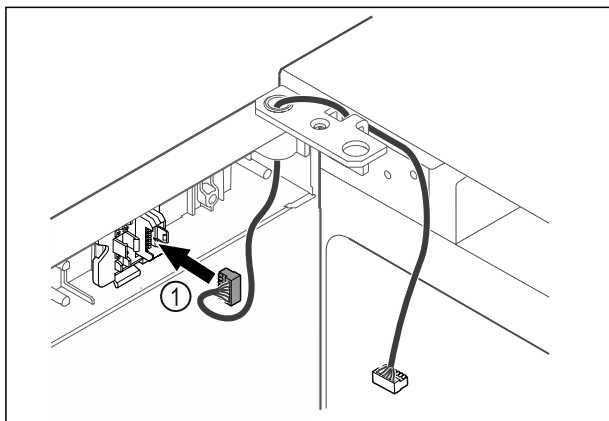

Fig. 41
- ▶ Dugja be a dugót *Fig. 41 (1)* a dugófoglatba.